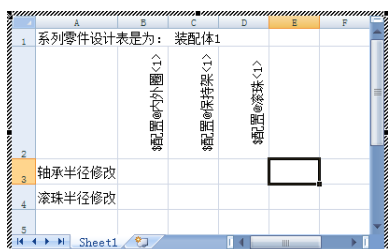
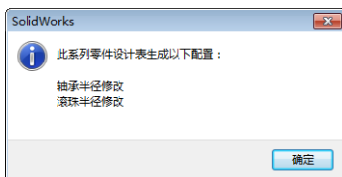
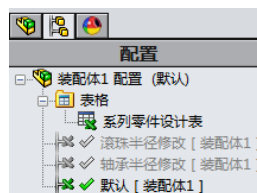

图 13-117 创建配置行
图 13-118 创建新配置的提示
图 13-119 生成的新配置
- 12 创建的两个新配置如图 13-117 所示，然后在表格区域外单击，退出表格编辑。系统弹出创建新配置的提示，如图 13-118 所示，单击【确定】。在配置管理器中，列出新配置，如图 13-119 所示。